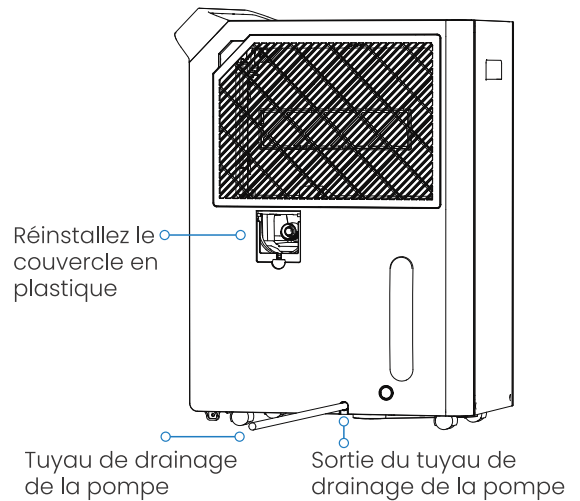

Figure 6.0
- Retirez le tuyau de drainage continu de l'appareil et fermez le couvercle du port de drainage. (Voir Figure 6.0)
- Insérez le tuyau de drainage de la pompe dans la sortie du tuyau de drainage de la pompe sur au moins 15 mm (Voir Figure 6.0), puis dirigez le tuyau vers le drain ou une installation de drainage appropriée.